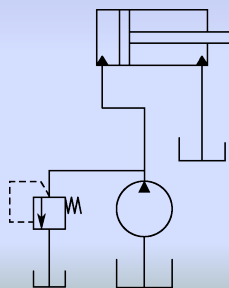

图 2-1-1
如图 2-1-1 所示液压传动, 活塞面积为  $0.01\text{m}^2$ , 克服的负载为  $F=15\text{kN}$ , 活塞速度为  $v=0.03\text{m/s}$ ,  $K_{\text{压}}=1.3$ ,  $K_{\text{漏}}=1.1$ , 泵的效率为 0.8。现有如下液压泵: ①CB—15, ②CB—20, ③CB—25, ④YB—16, ⑤YB—19, ⑥YB—22。
(1) 求液压泵的工作压力。
(2) 应选用何种泵?
(3) 若所选泵的额定压力为  $2.0\text{MPa}$ , 求驱动泵的电机匹配功率。